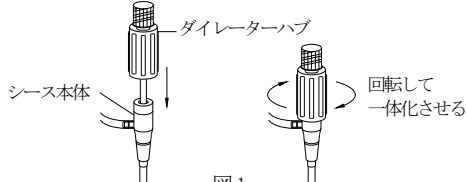

図1
- シースに段付ダイレーターを慎重に挿入し、ダイレーターハブを時計方向に回して締め込み、シース本体と一体化する (図1参照)。